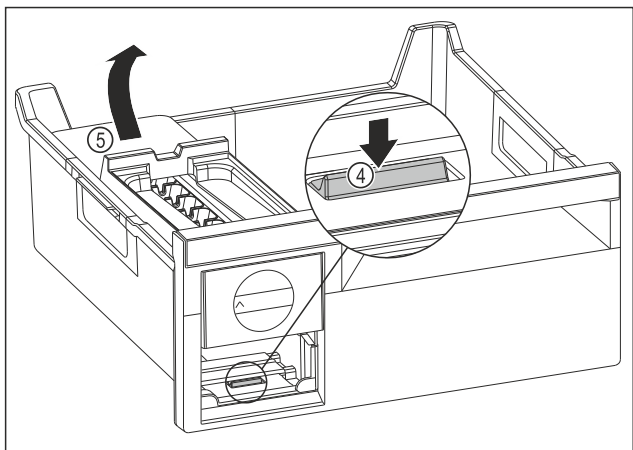

Fig. 131
- ▶ Vyjmutí korpusu EasyTwist-Ice: Lamelu Fig. 131 (4) zatlačte prstem směrem dolů a zároveň nadzvedněte druhou rukou korpus EasyTwist-Ice Fig. 131 (5) zezadu.